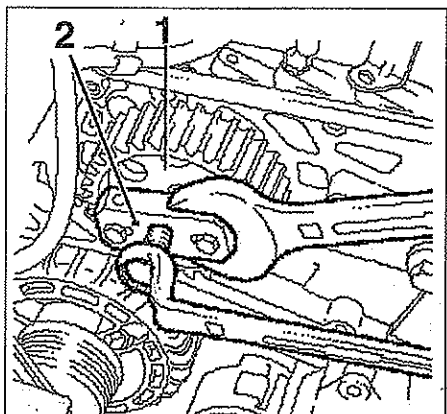

FIG. 24
- Desbloquear la tuerca de la rueda dentada (1) de bomba de alta presión con una llave de pestaña (fig. 24).
- Sacar la rueda dentada de bomba de alta presión con un extractor (2) adaptado y recuperar la chaveta.